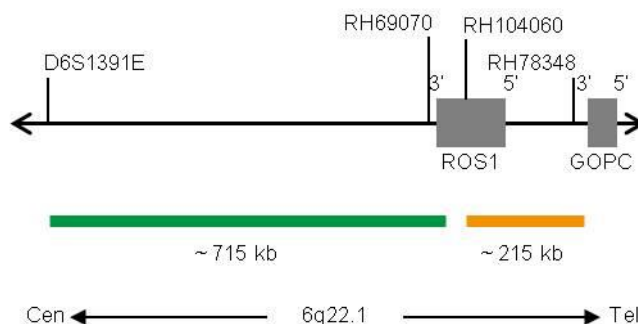

Fig. 1: Mappa della sonda SPEC ROS1 (non in scala)
- Polinucleotidi (~10.0 ng/μl) marcati con fluorocromo ZyGreen (eccitazione 503 nm/emissione 528) le cui sequenze target mappano in 6q22.1* (chr6:116,912,298-117,627,255) prossimali al punto di rottura di ROS1 (vedere Fig. 1).
- Polinucleotidi (~4.5 ng/μl) marcati con fluorocromo ZyOrange (eccitazione 547 nm/emissione 572 nm) le cui sequenze target mappano in 6q22.1* (chr6:117,659,135-117,871,701) distali al punto di rottura di ROS1 (vedere Fig. 1).